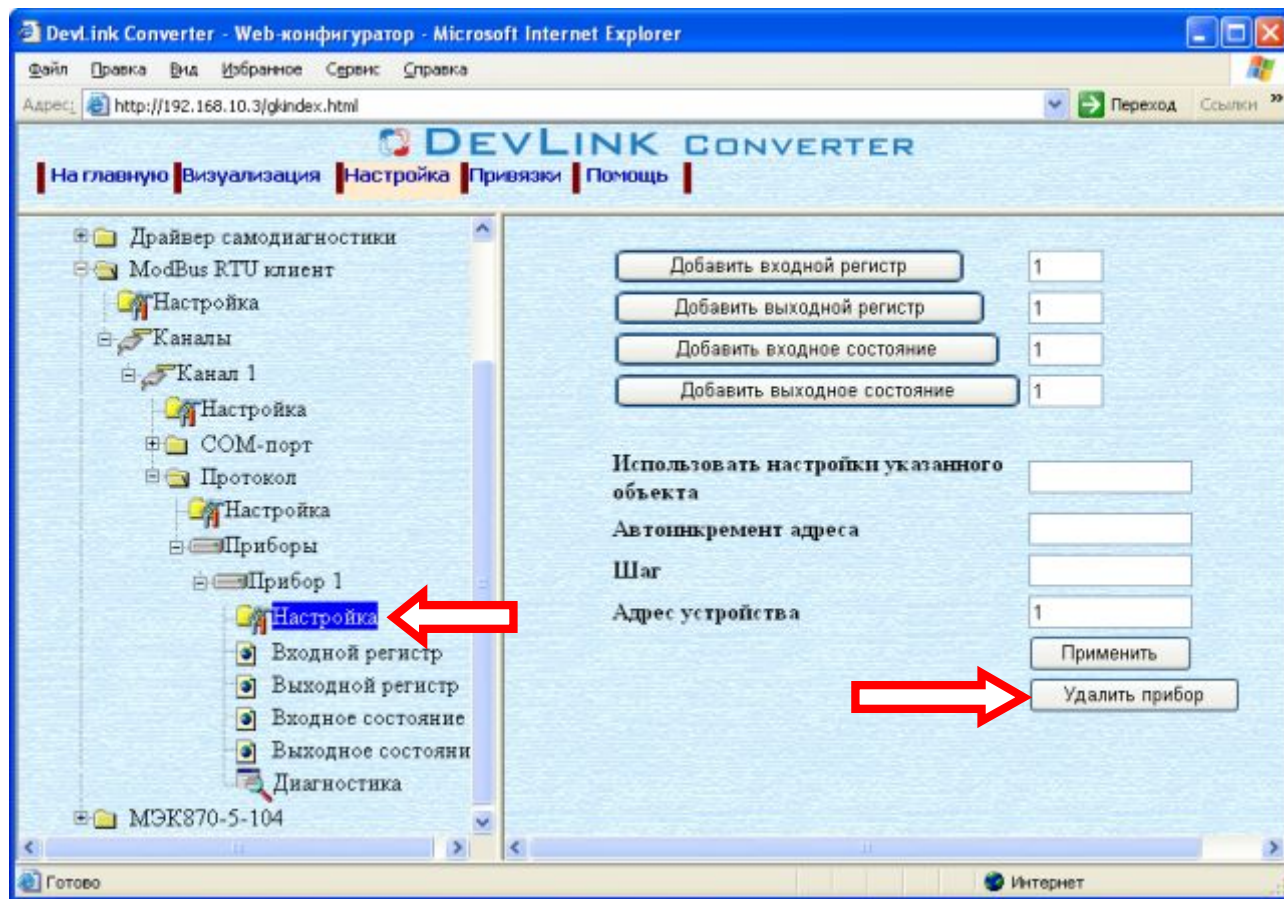

Рисунок 3.6 – Удаление прибора из канала
- Перейдите на *страницу «Настройка»* необходимого для удаления прибора. В результате в правом фрейме (фрейм «Настройка») конфигуратора появится элемент кнопка «Удалить прибор» (рисунок 3.6).